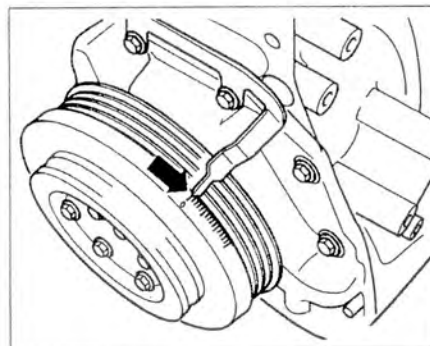

Рис. 4.18. Перед установкой головки блока цилиндров совместите метки ВМТ на шкиве коленчатого вала и кожухе (стрелка).
2. Перед установкой головки блока цилиндров совместите метки ВМТ на шкиве коленчатого вала и кожухе (стрелка) (рис. 4.18).